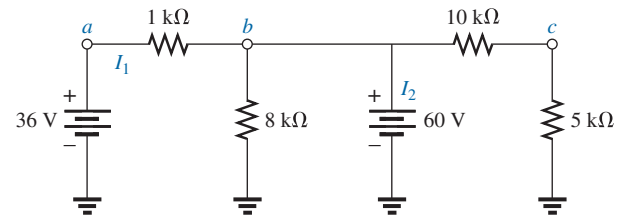

Figura 7.68 Problema 9.
9. Considerando o circuito da Figura 7.68: